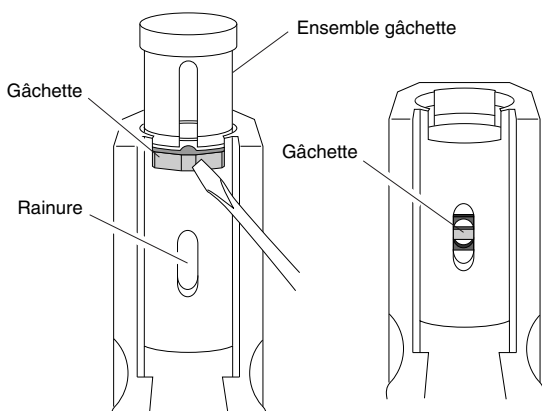

Figure 10 - Insertion de l'ensemble gâchette dans le cylindre – Vue du bas de l'outil
2. Insérer l'ensemble gâchette dans le cylindre à l'arrière de l'outil. Cet ensemble est formé de la gâchette, du ressort et du porte-gâchette (éléments 20, 21 et 22, page 70). Insérer l'ensemble gâchette en commençant par l'extrémité de la gâchette (Figure 10). S'assurer que la gâchette pointe bien vers le bas de l'outil. **Note :** Au moyen d'un tournevis, appuyer sur la gâchette de façon que l'ensemble gâchette puisse passer dans le cylindre. Pousser l'ensemble dans le cylindre jusqu'à ce qu'il s'arrête. **Note :** Il est possible de voir la gâchette à travers la rainure au bas du cylindre. Au moyen d'un tournevis, appuyer sur la gâchette à travers la rainure. Continuer de pousser l'ensemble gâchette dans le cylindre jusqu'à ce que la gâchette soit au centre de la rainure.